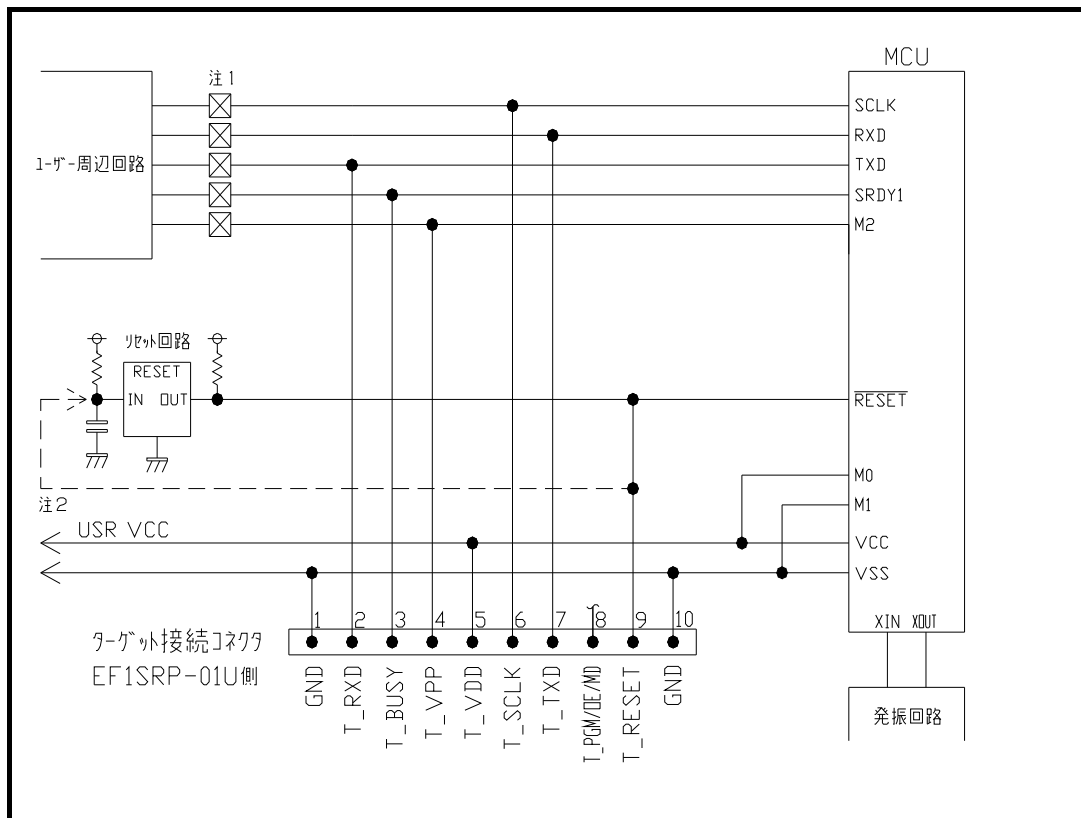

図4.1 ターゲットMCU周辺回路例
(1) M16C/6Kシリーズをご使用される場合のターゲットMCU周辺回路例を図4.1に示します。